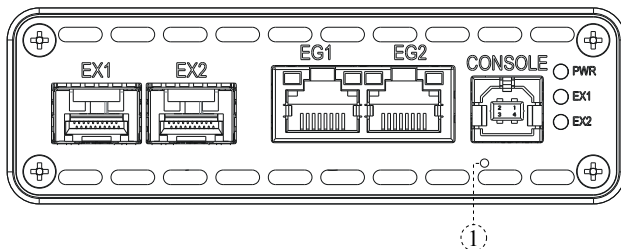

Рис. 4.1. Передняя панель прибора Беркут-MX
**Примечание.** Внешний вид передней и задней панелей измерительного блока зависит от аппаратной модификации устройства и может отличаться от представленного на рис. 4.1 и 4.2. При этом маркировка и назначение разъемов и светодиодных индикаторов совпадают с описанием, представленным в табл. 4.1 и 4.2.
Цифрой 1 на рис. 4.1 обозначена кнопка аппаратного сброса.
3. Подключить блок питания к разъёму, расположенному на задней панели корпуса прибора (см. рис. 4.2). После подключения внешнего источника питания загорается индикатор «PWR» (см. рис. 4.1).
Для настройки и управления функциями прибора Беркут-MX используется интерфейс USB 1.1/2.0 (CONSOLE, см. рис. 4.1) или системный порт 10/100BASE-T (MANAGE, см. рис. 4.2).